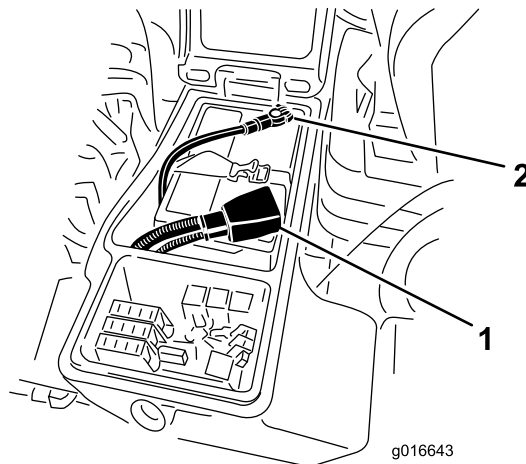

Figura 86
6. Instale o cabo positivo (vermelho) no terminal positivo (+) e o cabo negativo (negro) no terminal negativo (-) da bateria (**Figura 86**).